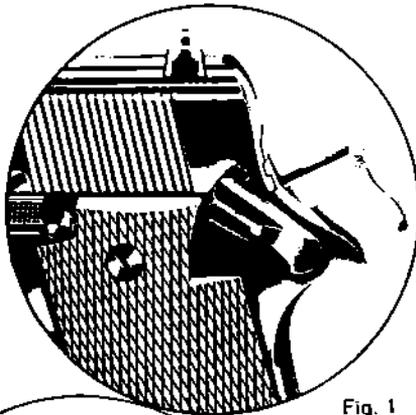
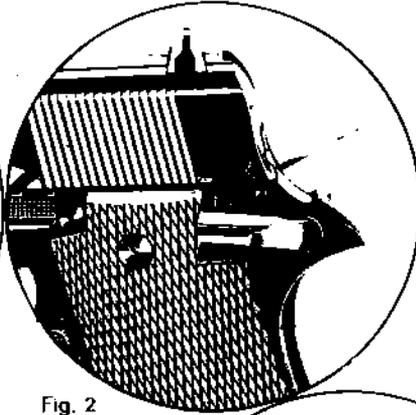
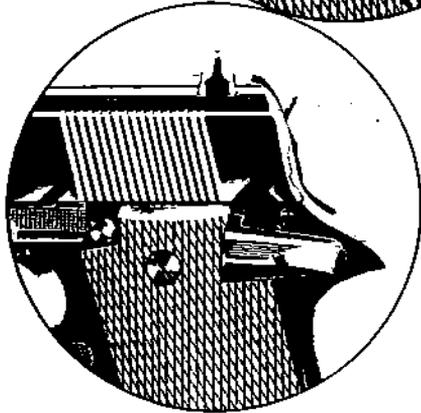

Fig. 1
Fig. 2
Fig. 3
**Para usar el seguro.** Se ha previsto un seguro que bloquea positivamente el cerrojo y el percutor cuando es empujado hacia arriba (fig. 1 pág. 6). Cuando el seguro está en su posición baja y se halla visible un punto rojo (fig. 2 pág. 6), la pistola está lista para su funcionamiento. Cuando el percutor se halla en el diente de caída (fig. 3 pág. 6) el seguro no puede ser montado.